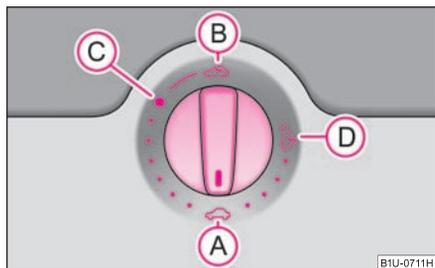

Fig. 42 Bouton rotatif pour le toit ouvrant/relevable électrique
Le toit ouvrant/relevable électrique est commandé au moyen du bouton rotatif ⇒ fig. 42 et fonctionne uniquement si le contact est mis. Le bouton rotatif possède plusieurs positions.
- Faites tourner le bouton sur la position **C** ⇒ fig. 42.
- Faites tourner le bouton sur la position **A** ⇒ fig. 42.
contacteur en position (A) ⇒ fig. 42 jusqu'à ce que celui-ci soit complètement fermé ⇒ ⚠.
Après chaque actionnement de secours (avec une clé mâle coudée pour vis à six pans creux), le toit ouvrant/relevable doit être remis sur sa position initiale. Vous devez donc mettre le bouton rotatif sur la position **A** ⇒ page 48, fig. 42 et le pousser vers l'avant pendant 10 secondes environ. ■